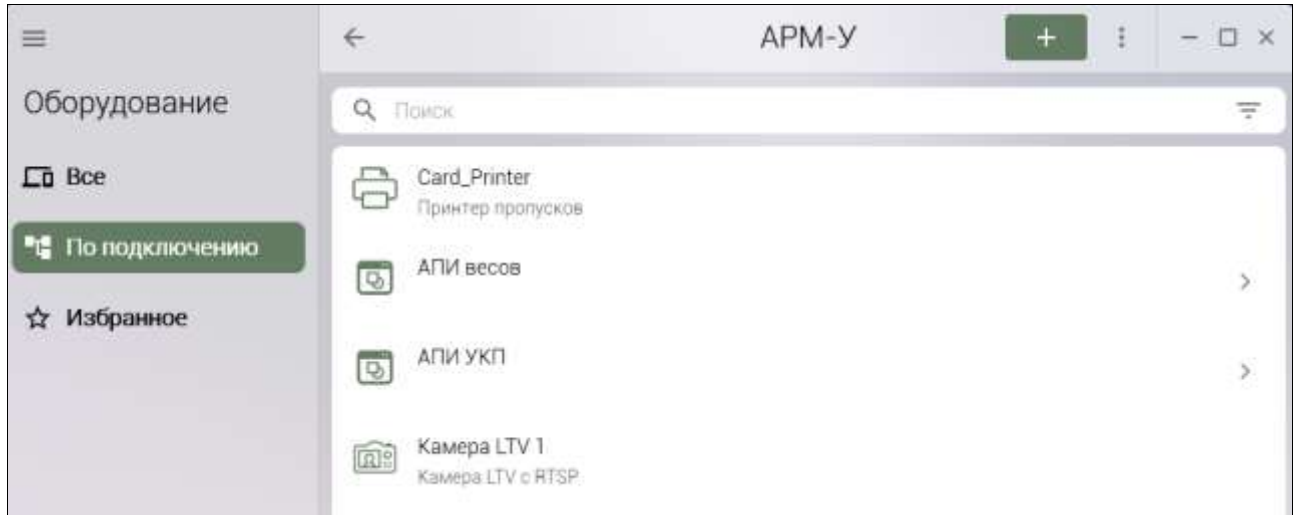

Рисунок 17 – Страница подключенных устройств АРМ-У-Б
1) В приложении «Оборудование» найти узел АРМ-У-Б, открыть страницу подключенных устройств и нажать на кнопку [+] для добавления нового устройства (Рисунок 17).